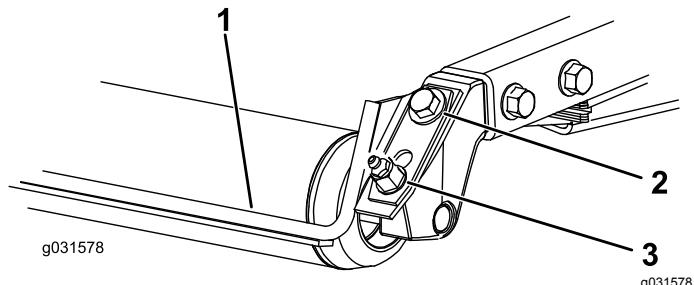

Figura 10
- Desaperte o bocal de lubrificação e o parafuso de fixação (Figura 10).